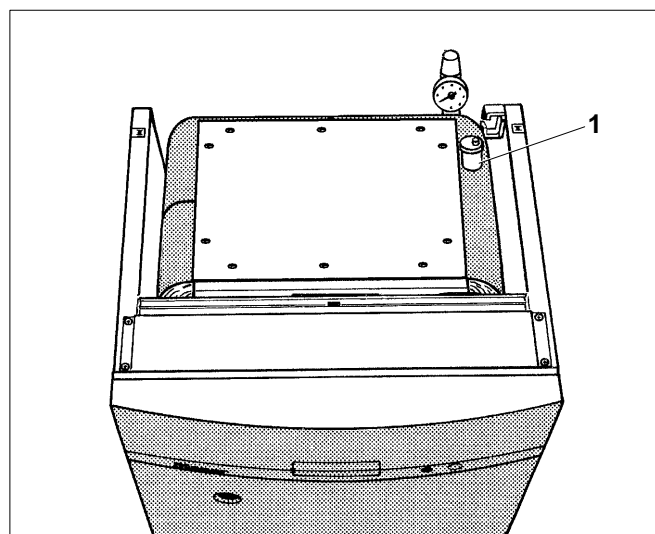
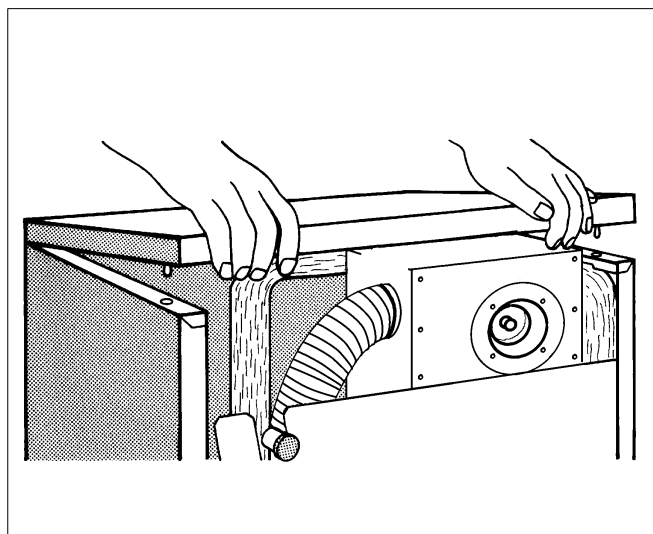

Fig. 10 Purgeur rapide automatique GA 124
Fig. 11 Retirer le capot de la chaudière
- Procéder au remplissage d'eau de l'installation. La chaudière est également purgée par le purgeur rapide automatique (fig. 10, **pos. 1**) : ouvrir le capuchon du purgeur rapide. Pour retirer le capot arrière de la chaudière, voir fig. 11
- Soulever le capot de la chaudière à l'arrière, à droite et à gauche, et le retirer vers l'arrière (fig. 11).